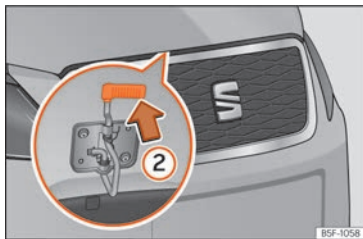

Fig. 14 Came sous le capot.
- Pour soulever le capot, appuyez sur la bascule située sous ce dernier de manière à l'orienter vers le haut »» fig. 14 ②. Le crochet de fixation est alors déverrouillé.